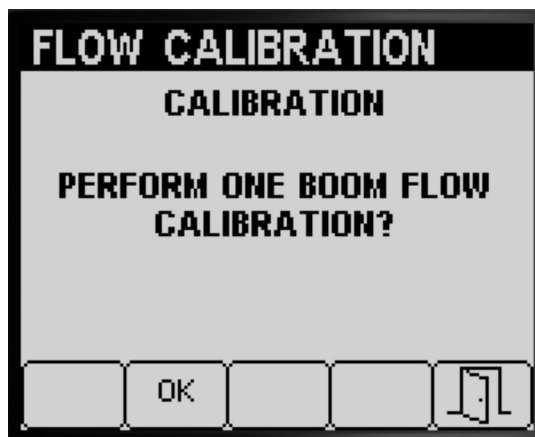

Figura 59
Si completó una calibración de 3 secciones de fumigación y una calibración de 2 secciones de fumigación, el InfoCenter le indica que debe realizar una calibración de 1 sección de fumigación (Figura 59); realice la acción siguiente:
- Si no necesita realizar la calibración de 1 sección de fumigación, pulse el botón 5 para volver a la pantalla Calibrar (Figura 59).